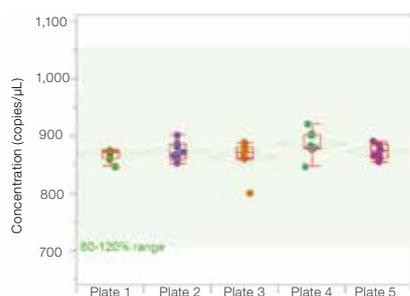
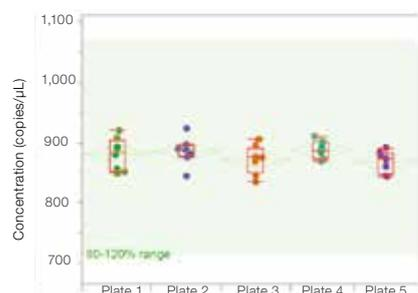

図2 AAV DNAコントロールのプレート間の測定結果
図3 AAV2粒子のプレート間の測定結果
- Absolute Qの測定におけるプレート間の平均%CV値は、AAV DNA コントロールサンプルで2.5%(図2)、AAV2粒子で2.2%(図3)と良好な一貫性を示しました。